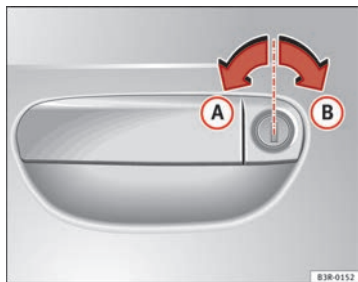

Abb. 70 Schlüsseldrehungen zum Öffnen und Schließen
- Drehen Sie den Schlüssel im Schloss der Fahrertür in Öffnungsstellung **(A)** ⇒ Abb. 70 nach links.
- Drehen Sie den Schlüssel im Schloss der Fahrertür in Schließstellung **(B)** ⇒ Abb. 70 nach rechts ⇒ ⚠.
Drehen Sie hierzu den Schlüssel im Schloss der Fahrertür **zweimal** hintereinander in kurzer Folge in Schließstellung **(B)** ⇒ Abb. 70.